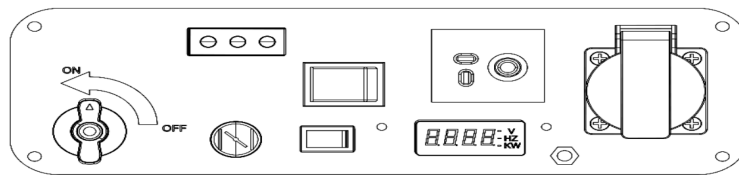

Figure 6. Le bouton de la soupape de carburant est ouvert.
4.1 Ouvrez la soupape de carburant, voir la figure 6.